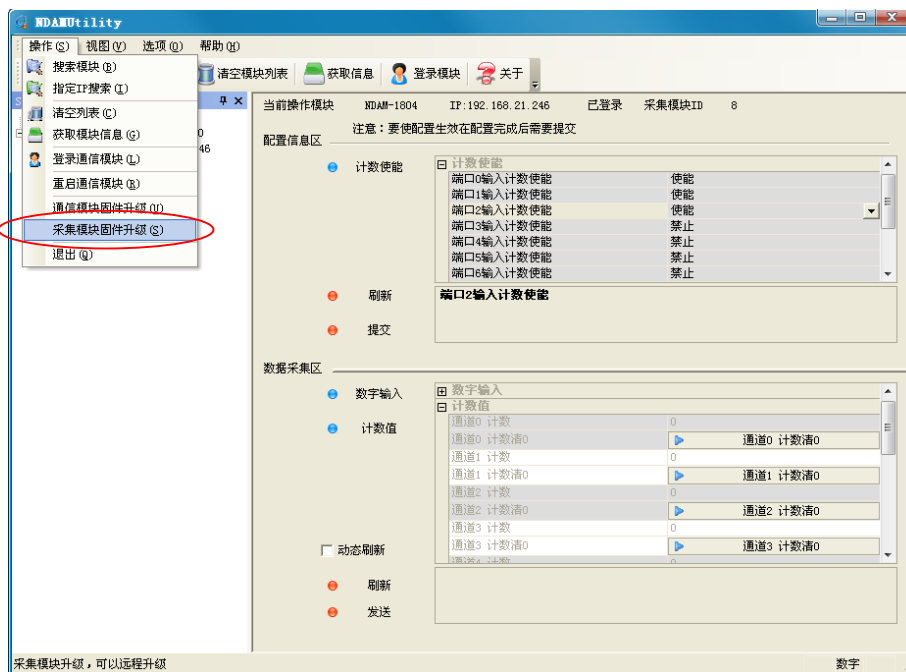

图 3.7 软件方式固件升级
① 在模块工作模式下点击配置软件 NDAMUtility 上的“操作”菜单，并选择“采集模块固件升级”选项，如图 3.7 所示；